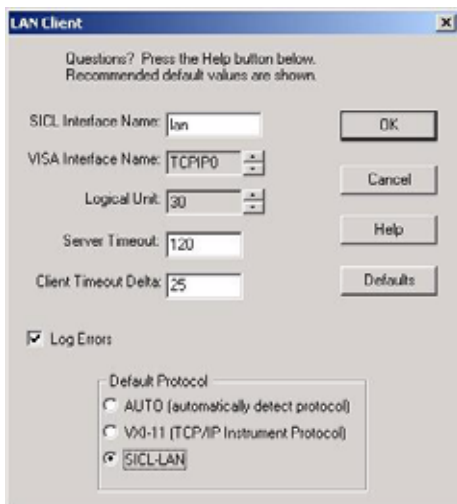

Figura 38 Configuración del cliente LAN
- 4 Utilice los parámetros que se indican en Figura 38 en la página 84 y seleccione **OK**.